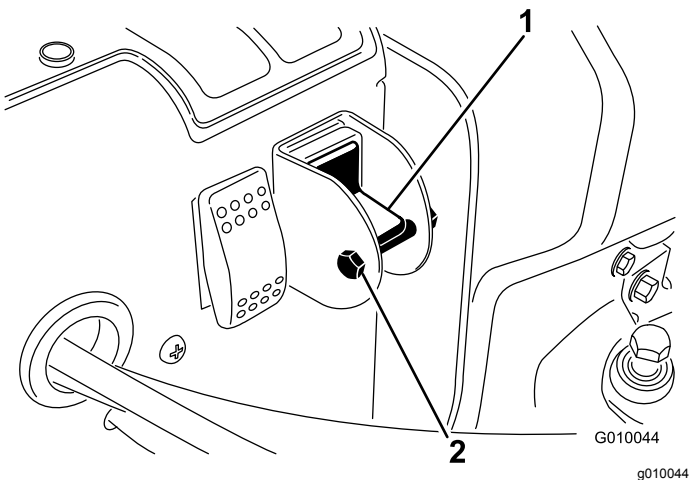

Figura 23
4. Retire el perno de bloqueo y la tuerca del interruptor de selección (Figura 23).